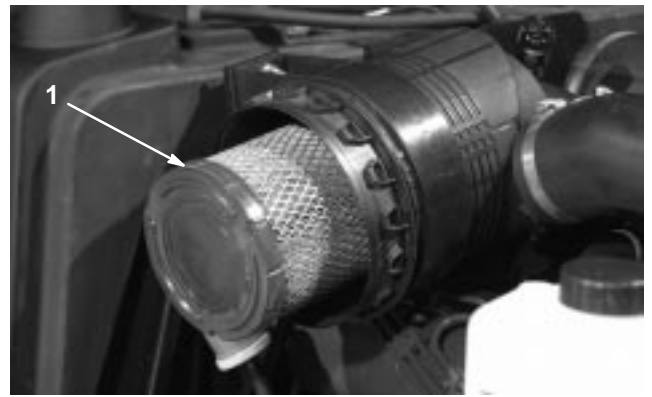
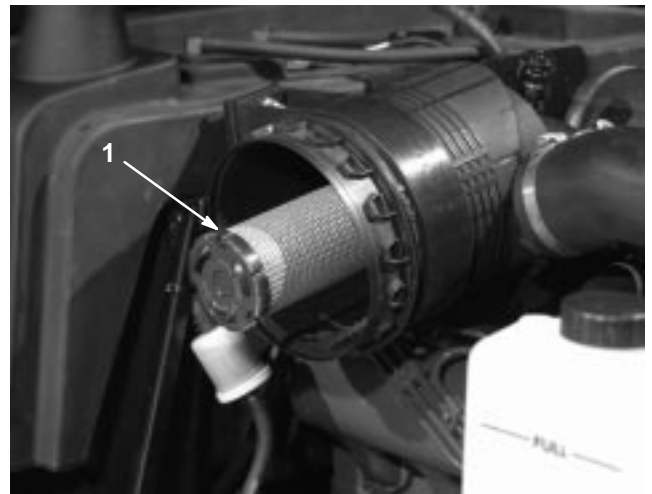

Figure 46
Figure 47
2. Sortez l'élément primaire (Fig. 46) du corps du filtre avec précaution pour ne pas déloger trop de poussière. Évitez de cogner l'élément contre les parois du filtre. N'enlevez **pas** l'élément de sécurité (Fig. 47).
Important N'essayez jamais de nettoyer l'élément de sécurité (Fig. 47). Remplacez-le une fois sur trois, quand vous effectuez l'entretien de l'élément primaire.